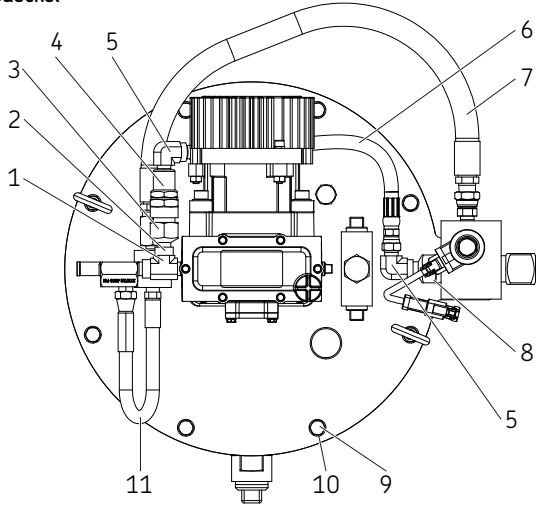

Bild. 4
Wenn das Auslassrückschlagventil (4) verschmutzt ist, kann die Pumpe keinen ausreichenden Schmiermitteldruck aufbauen (→ Bild. 3 und Bild. 4, Seite 10). Fremdmaterial kann sich unter dem Kugelventil (45) und zwischen der Ventilscheibe (43) und dem Sitz (44) der Buchsenbaugruppe (41) absetzen. Die Dichtflächen des Ventilsitzes müssen eine vollkommene Dichtung bilden. Angefressene, abgenutzte oder geriefte Teile sind zu reinigen bzw. zu ersetzen.
- 1 Die Versorgung der Pumpeneinheit (17) mit elektrischer oder hydraulischer Energie abstellen und die Energiequelle deaktivieren.
- 3 Den Schlauch (6) und das verbundene Winkelstück (5) entfernen.
- 4 Die Auslassrückschlagventil-Einheit (4) und den Adapter (3) durch Ablösen des Adapters vom Rohrverbinder (1) entfernen.
- 5 Den Adapter (3) von der Auslassrückschlagventil-Einheit (4) entfernen.
- 6 Das Auslassverbindungsstück (47) von der Buchse (42) entfernen.
- 7 Den Kugelventilsitz (44) vom Auslassverbindungsstück (47) entfernen.
- 8 Die Ventilscheibeneinheit (43) aus dem Kugelventilsitz (44) herausziehen.